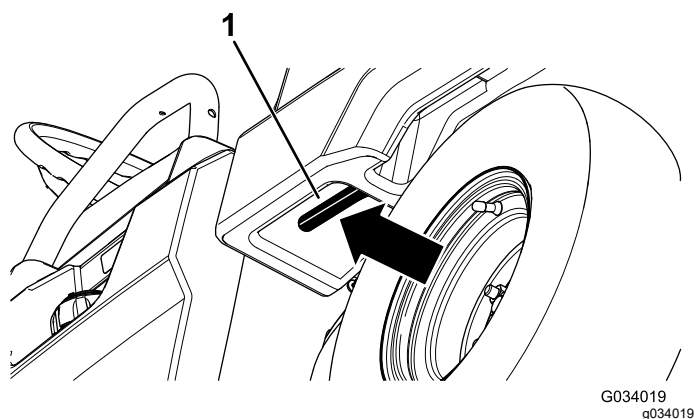

Рисунок 15
1. Потяните рычаг с левой внутренней стороны грузового кузова на себя и поднимите грузовой кузов вверх (Рисунок 15).
1. Немного приподнимите грузовой кузов, нажав вверх на рычаг защелки (Рисунок 15).